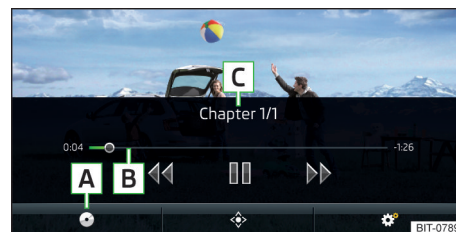

Fig. 204
Menú princ. » fig. 204
Avance/retroceso del vídeo al momento deseado	Pulsar el eje del tiempo de reproducción B » fig. 204 de la pág. 175
► Para **visualizar** el menú del DVD en el menú principal Video-DVD, pulsar la superficie funcional ◀◀ » fig. 204 de la pág. 175.